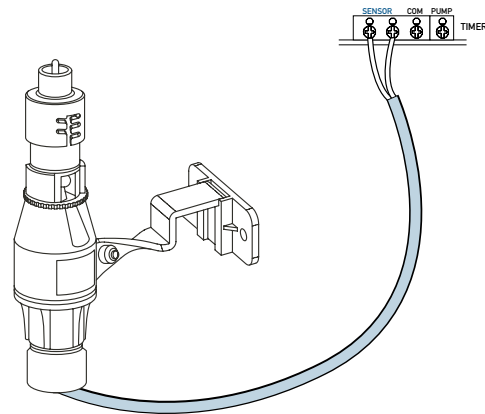

Figura A1: conexión de un sensor de lluvia
- Conecte los cables del sensor de lluvia a los puertos de las terminales para cableado (de color beige) denominados «Sensor» [Ver la Figura A1]